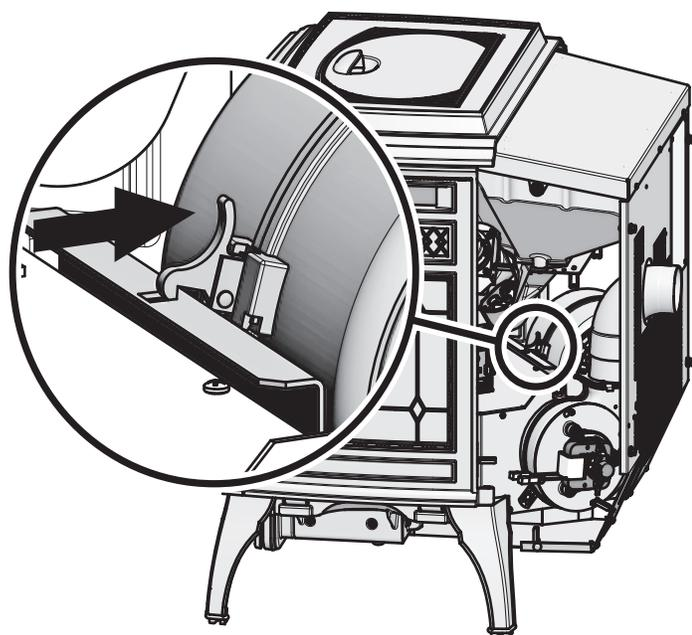

Figure 27.1
2. Enlevez le panneau gauche en desserrant les 2 vis au moyen d'un tournevis à tête cruciforme ou une clé. **Figure 27.1**
5. Passez la main derrière le ventilateur et libérez l'attache en poussant le haut de l'attache en direction du ventilateur. **Figure 27.1**
8. Une fois le ventilateur correctement positionné, l'attache s'engage dans l'encoche pour le maintenir en place. **Figure 27.1**